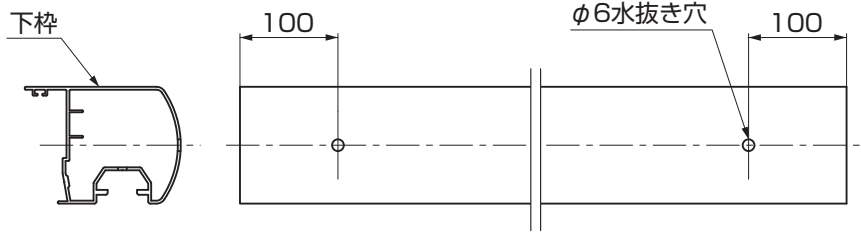

図5-1
- R部にφ6水抜き用の穴があいているものが下枠です。(図5-1参照)